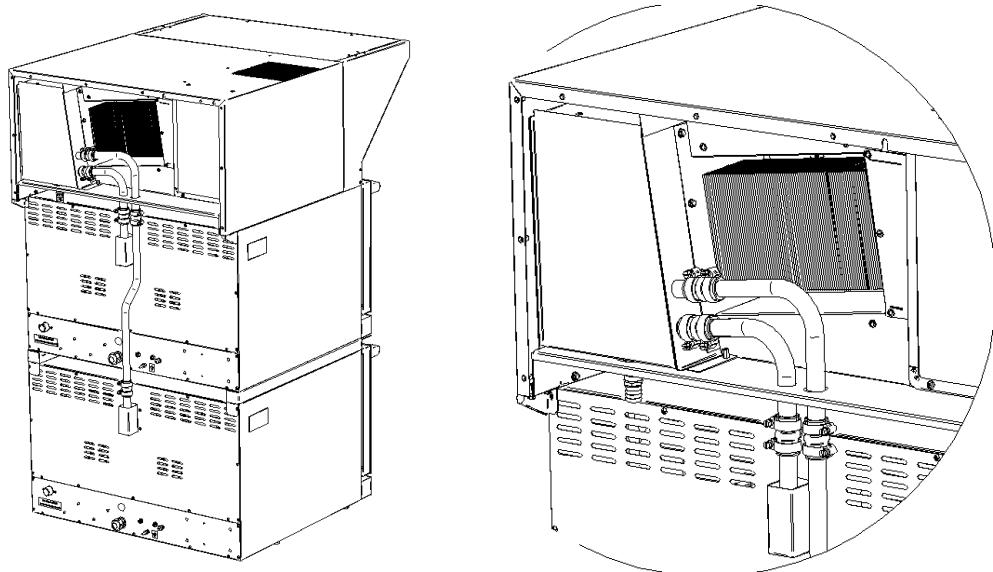

Рисунок 9
10.3. Совместить трубку из комплекта соединителя конвекционных печей КСП-4 (верхний) с верхней трубой пароконденсатора зонта, установив между ними соединитель ЗВВ-4-6/4П.03.00.007 с двумя патрубками ПКАБ-11ПМ.1626.00.03.003 и стянуть хомутами 20-32 KOVOPOL из комплекта (см Рисунок 9);